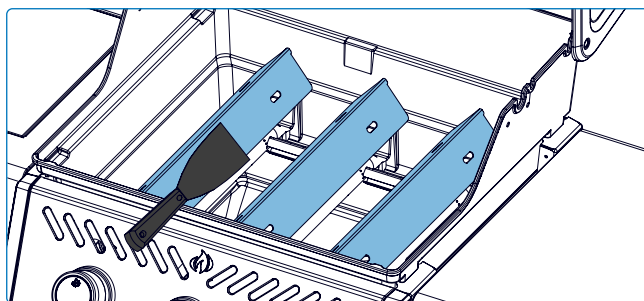

Fig. 22
3. Raspe las placas de sellado con una espátula o un rascador. Utilice un cepillo de alambre para eliminar las cenizas (**Fig. 22**).